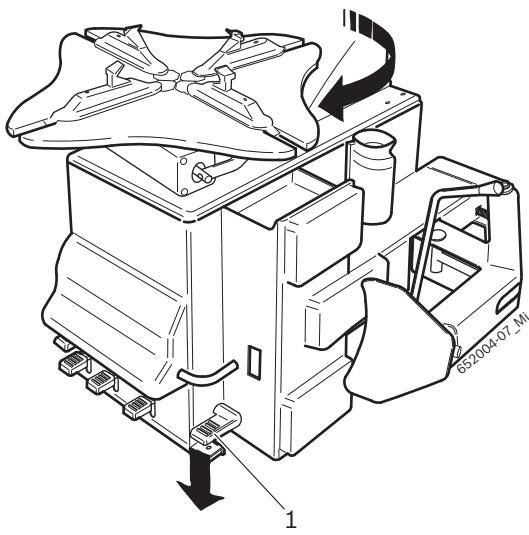

Fig. 2: Dönüş yönünün kontrolü.
-  TCE 4335'un düzenli çalışması için, Fig. 2'de (1) gösterilen pedala basarak, sıkıştırma flanş dönüş yönünün saat yönünde olması büyük önem taşımaktadır.